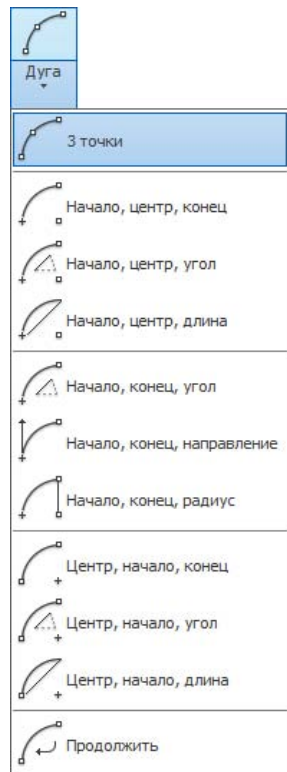

Рис. 2.64. Подменю построения дуг (лента)
*Дуга* — это примитив, являющийся частью окружности. Для его построения используется команда ДУГА (ARC). Команда может быть вызвана из панели **Рисование** (Draw) ленты и одноименной панели инструментов с помощью кнопки  или из падающего меню **Рисование** (Draw) (используется подменю *Дуга* (Arc)). Подменю построения дуг в ленте имеет одиннадцать пунктов (рис. 2.64).
Сейчас мы не будем рассматривать все остальные варианты построения дуги и оставляем их читателю для самостоятельной проработки. Перечень вариантов виден из подменю **Дуга (Arc)** ленты (см. рис. 2.64).